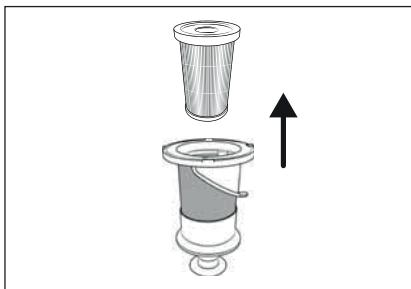

Fig. 21
- Retirez le filtre EPA 5 du filtre en acier inoxydable 6, en saisissant l'ouverture du filtre EPA 5 et en le sortant du filtre en acier inoxydable 6 (voir fig. 21).